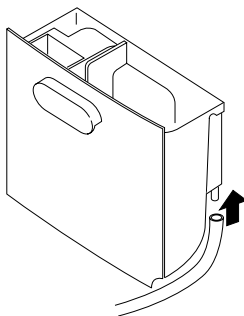

Fig. 2
4. Führen Sie ein Schlauch 10 mm Diameter in den Anschlußstutzen ein (Abb. 2.).